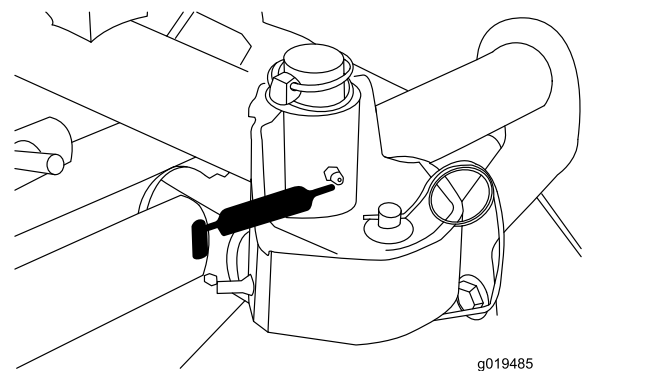

Figura 35
- Telaio portante e perno degli apparati di taglio (2) (Figura 35)